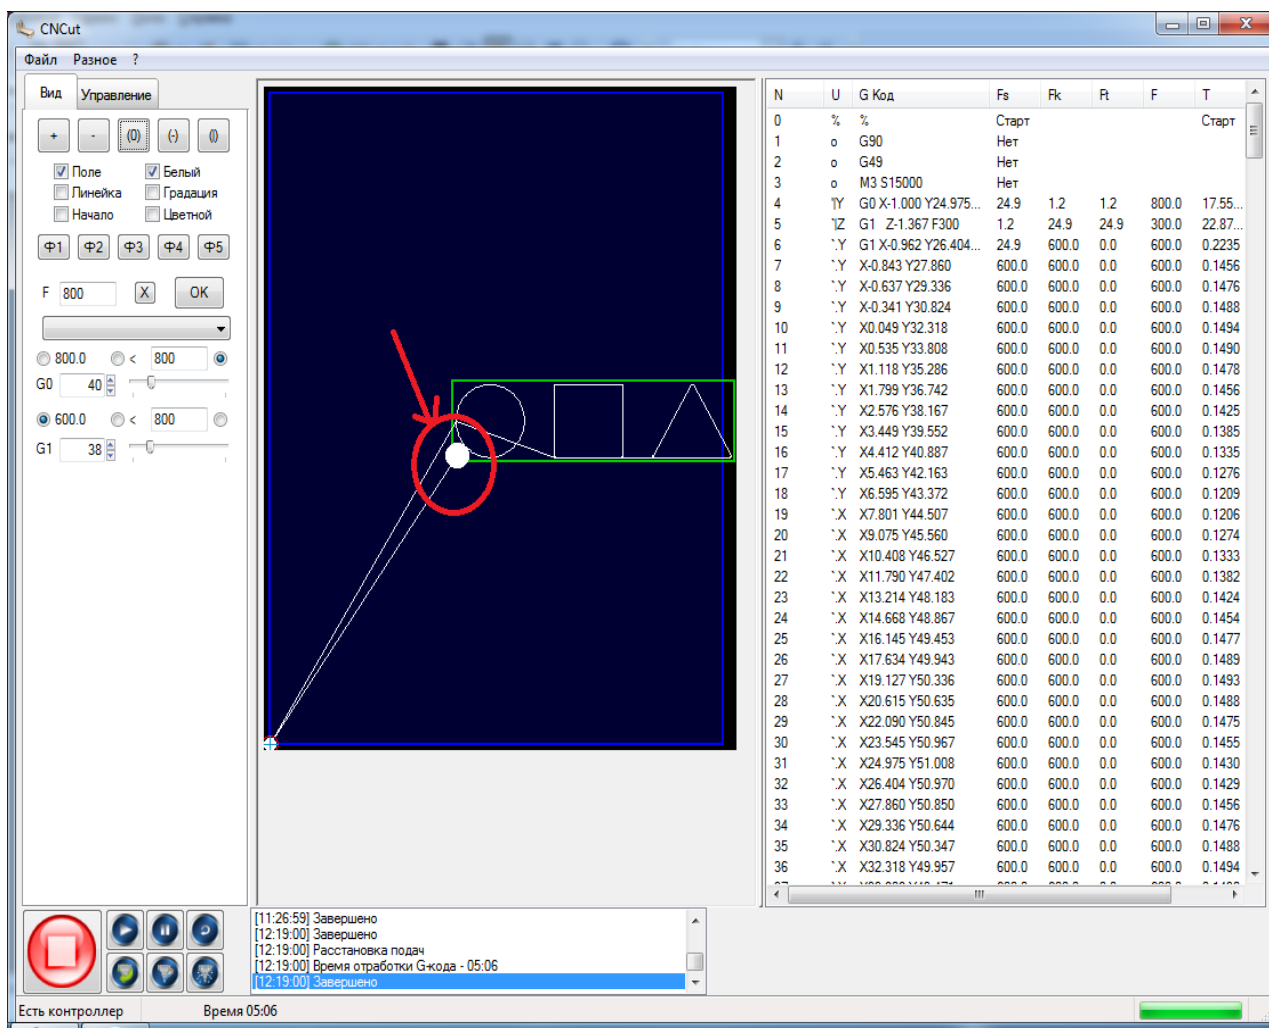

Рисунок 59. Базовая точка
64. Установите базовую точку. Базовая точка — это координаты 0:0. Она отображается как белый заполненный круг, рисунок 59